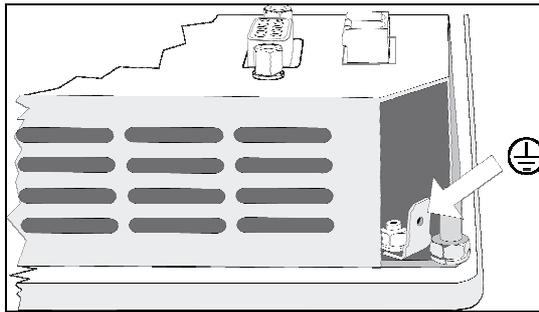

Abb. 17: Schutzleiter
1. **Schutzleiter verbinden:** Verbinden Sie die Steckfahne des Schutzleiteranschlusses ( Abb. 17) mit der Schutzerde.